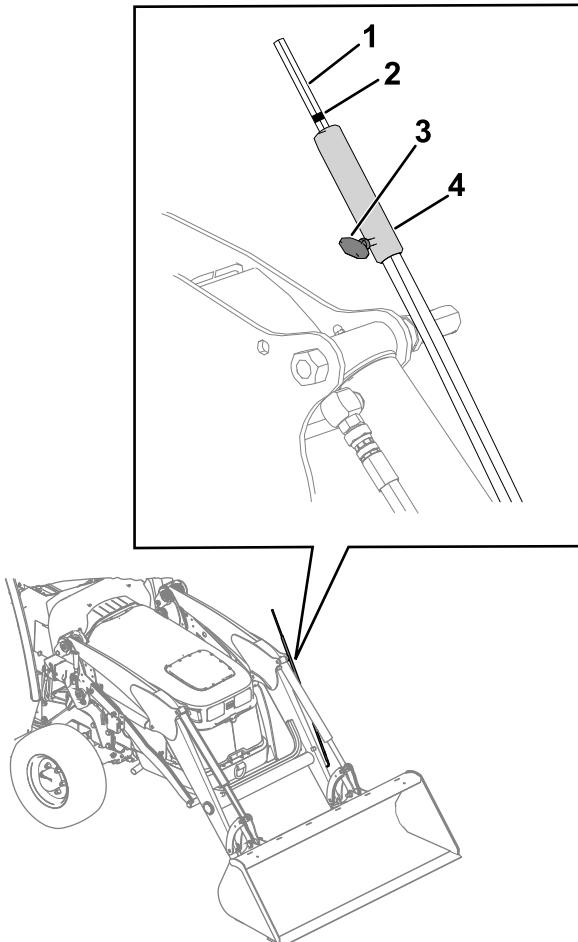

図 60
ローダを使用する時、レベル表示器図 60で、自分からローダまでの距離を知ることができます。他のアタッチメントを使用する時には表示器をそれらに合わせて調整することができます
2. アタッチメントレベルインジケータ図 60がオペレータから見えるようにする。